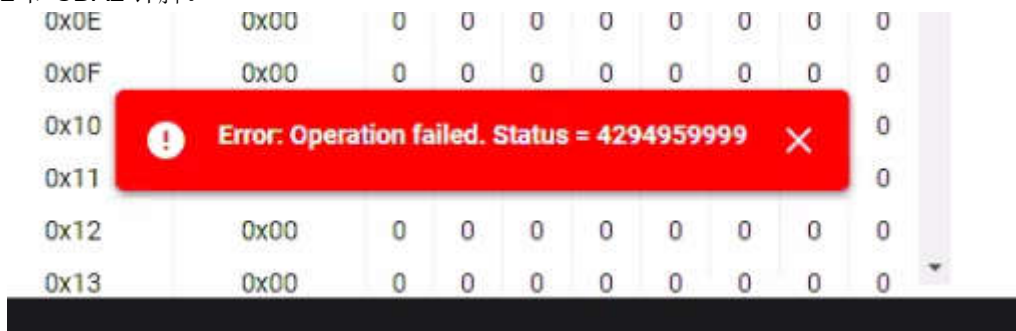

图 4-4. I2C2 未连接时软件报错信息
- 部分 PMIC 型号使能了 I2C2，此时 page 4 的寄存器访问权限从 I2C1 切换到 I2C2，仅仅连接 I2C1 的话，软件读取全部寄存器会有如图 4-4 所示的报错信息。Page4 的寄存器是看门狗相关的设置，若待定位问题和看门狗无关，可以忽略这个告警。若要对这些寄存器进行访问，需要短接 J15 上的 SCL2 和 GPIO1 针脚，J7 上的 GPIO2 和 SDA2 针脚。